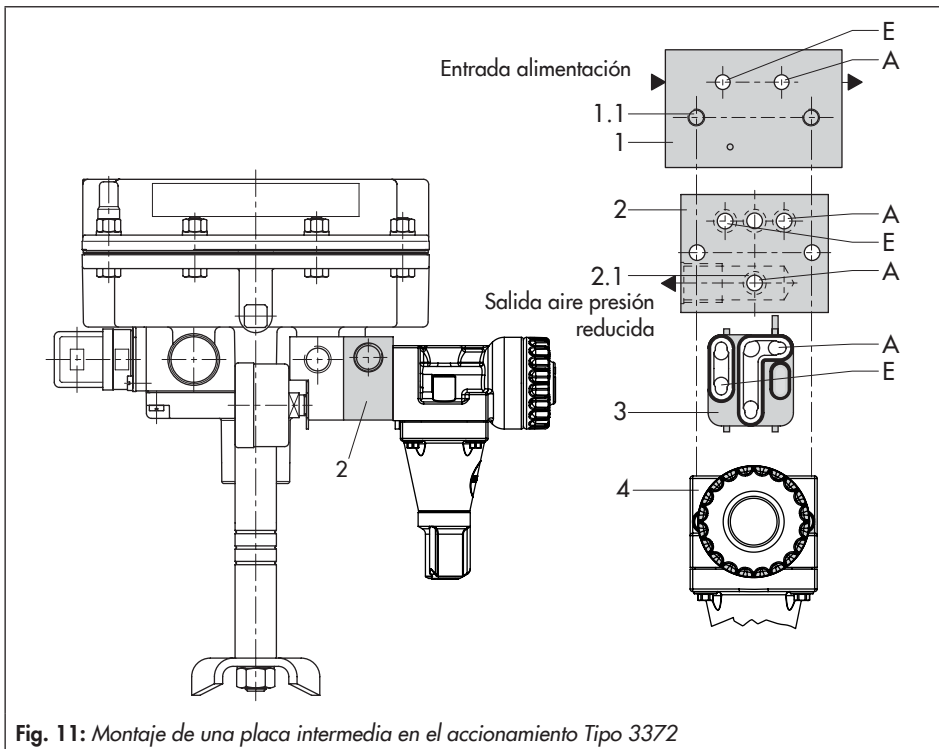

Fig. 11: Montaje de una placa intermedia en el accionamiento Tipo 3372
1. Soltar los tornillos de fijación y separar el regulador de presión (4) junto con la junta plana distribuidora (3) de la placa adaptadora (1), al hacerlo no modificar la posición de la junta plana en el regulador de presión.
→ El pivote de goma largo de la junta plana distribuidora (3) debe apuntar siempre hacia la salida del regulador (presión de alimentación reducida) (ver Fig. 10 y Fig. 11).
2. Colocar las juntas tóricas (2.1) en los orificios de la placa intermedia (2).
4. Colocar el regulador de presión (4) con la junta plana distribuidora (3) en la placa intermedia (2), introducir los tornillos de fijación largos y atornillar las partes.